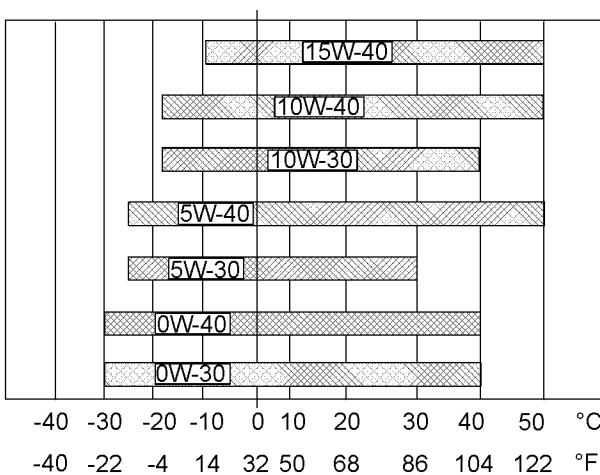

図 72
冷めたエンジンを始動するのに必要なオイルの粘度を判断するには、図72(最低温度)を参照してください。
想定される最高外気温度でエンジンを運転する際のオイル粘度を選定するには、図72(最高温度)を参照してください。
- 適切な“推奨油粘度”を参照してください。図72 を参照して、各エンジンに適した粘度等級を確認してください。